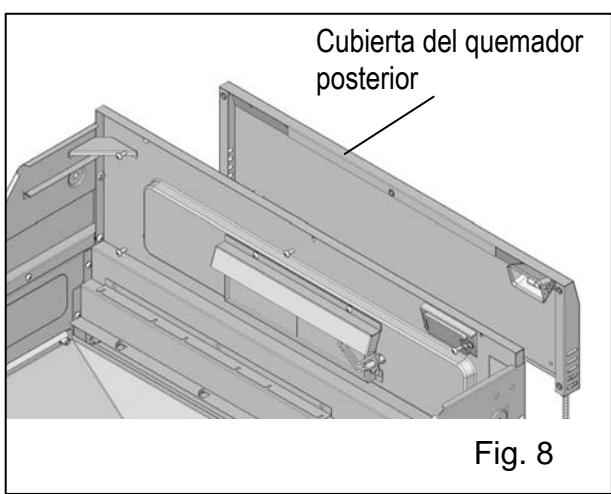

Fig. 8
**Sostenga la cubierta del quemador posterior durante este proceso, de lo contrario, se caerá y puede romperse, pudiendo producir lesiones.** (Fig. 8)